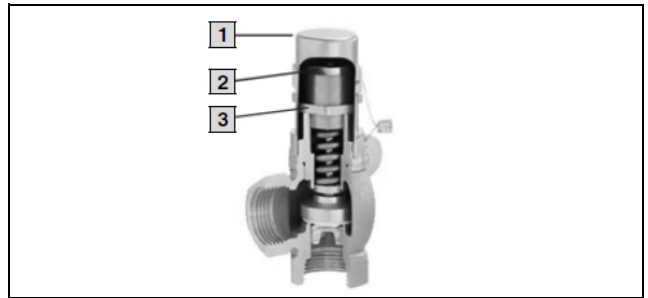

Рис. 27: Перепускной клапан
- Путем установки перепускного клапана (доступен опционально, см. раздел 11 "Комплектующие") обеспечивается постоянная циркуляция воды при закрытых клапанах воздухо-водяных теплообменников и работающем насосе. Это достигается благодаря открытию перепускного клапана, в случае, если давление подаваемой воды превышает установленное значение (рис. 27).